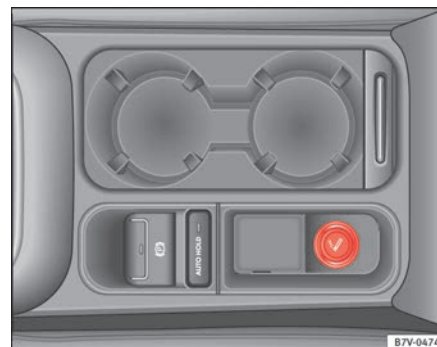

Fig. 118 Consola central à frente: isqueiro.
Em função do equipamento poderá existir um isqueiro na parte dianteira da consola central ⇒ Fig. 118, ou no compartimento da parte dianteira da consola central.
- Pressionar para dentro o botão do isqueiro, estando a ignição ligada ⇒ Fig. 118.